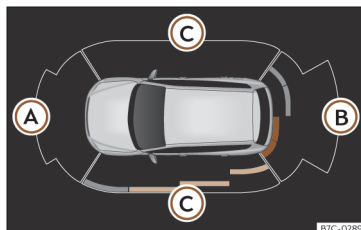

Fig. 176 Visualización de ayuda al aparcamiento en la pantalla del sistema de infotainment.
Los parachoques llevan sensores integrados. Cuando detectan un obstáculo, lo indican mediante señales acústicas y en el sistema de infotainment»» **fig. 176**.
En caso de avería de algún sensor posterior, tan sólo se mostrarán los obstáculos en el área (A) » » fig. 176. En caso de avería de algún sensor delantero, únicamente se mostrarán los obstáculos en el área (B). Se muestra el símbolo .